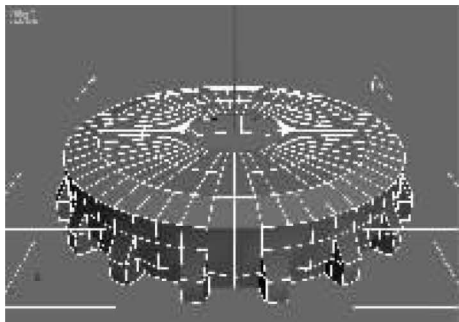

图 7-86 再次向内缩放复制
(15) 参照步骤(14)的方法,向内再缩放复制两次,得到的效果如图 7-86 所示。最后右